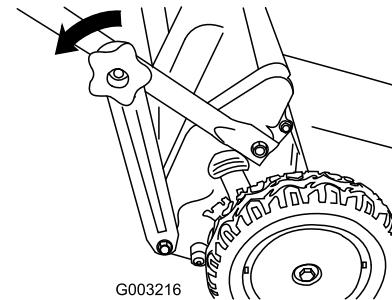

Bild 40
1. Nehmen Sie die Handräder des unteren Griffes ab (Bild 40).
2. Nehmen Sie die unteren Griffhalterungen an beiden Seiten von den unteren Enden des Griffes ab (Bild 40).